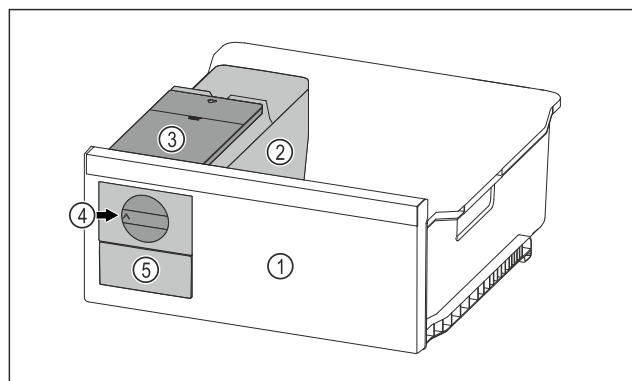

Fig. 120 Exempel
- ▶ Vrid reglaget *Fig. 120 (4)* medurs fram till anslaget.
- ▷ Isbitar faller från isbitsbrickan in i isbitslådan *Fig. 120 (5)*.